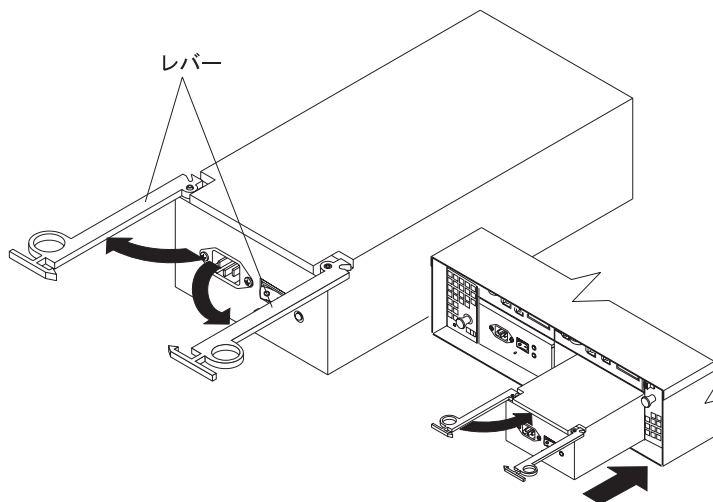

図 12. 電源機構 CRU の取り替え
1. 1 つの電源機構を拡張ユニットにスライドさせます。電源機構を拡張ユニットにスライドする時には、図 12 に示すようにレバーをまっすぐに引き出してください。